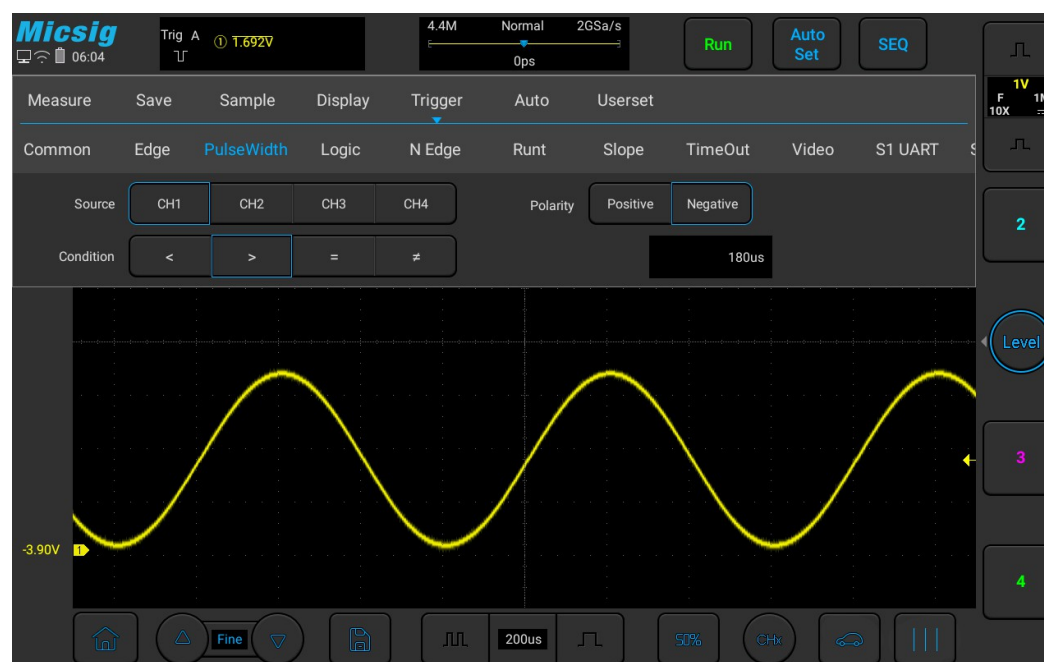

Abbildung 6-15 Negativer Impulsniveauwechsel
niedriger als der aktuelle Triggerpegel (CH1-Symbol für negative Impulsanzeige  ① 1.00V). Bei Triggerung durch einen Impuls mit positiver Polarität erfolgt der Trigger bei Erfüllung der Einschränkungen beim Übergang von hoch nach niedrig des Impulses; bei Triggerung durch einen Impuls mit negativer Polarität erfolgt der Trigger bei Erfüllung der Einschränkungen beim Übergang von niedrig nach hoch. (Abbildung 6-15 Negativer Impulspegelwechsel)